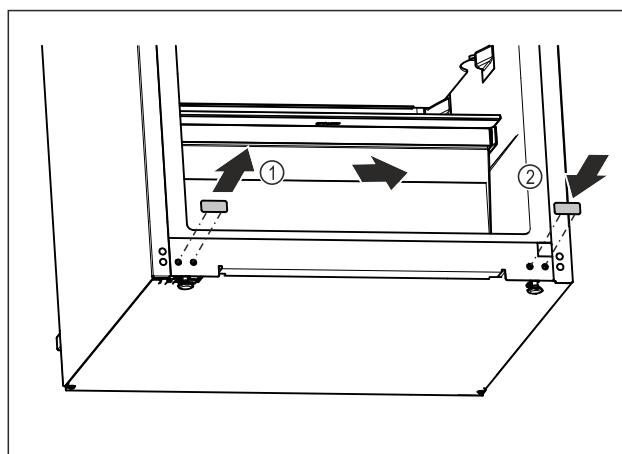

Fig. 21
- Витягніть заглушки. Fig. 21 (1)
- Вставте заглушки з протилежного боку. Fig. 21 (2)